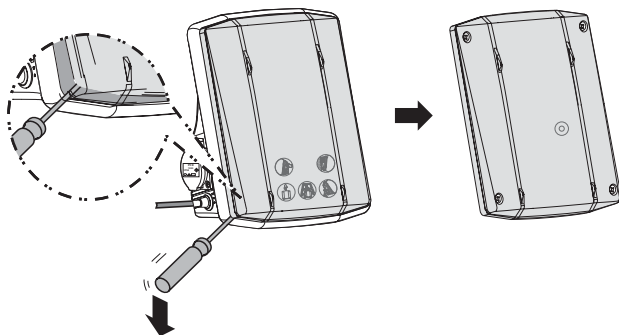

Abb. 14
5.1.2 Heben Sie alle 4 Seiten des umlaufenden Gummischutzes an, um die Abdeckung vom Gehäuse zu trennen. (Abb. 14).